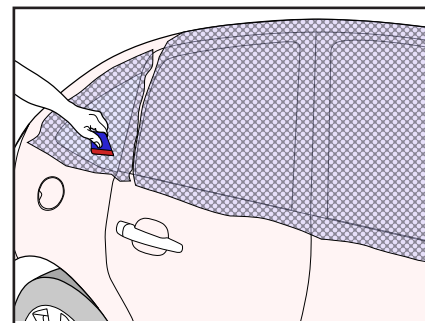

Figure 24
- › Tendre et appliquer le film microperforé sur la totalité de la vitre jusqu'à ses bords et dans les coins. (FIG. 24)
► Appliquer 5 mm de bande sur le film est 5 mm sur le vitrage. (FIG. 24)